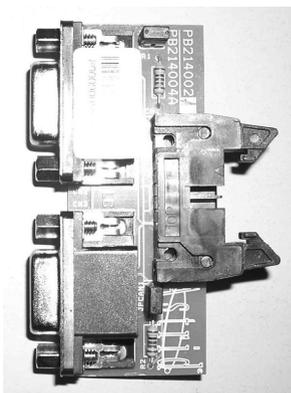

Рисунок 17 – Содержание упаковки
- N. 1 Плата параллельного интерфейса PB214 Rev.B(или выше) SLOT-PAR (Рис. 17)
- N. 1 Соединительный кабель CAN (DB9-DB9) (Рис. 17)